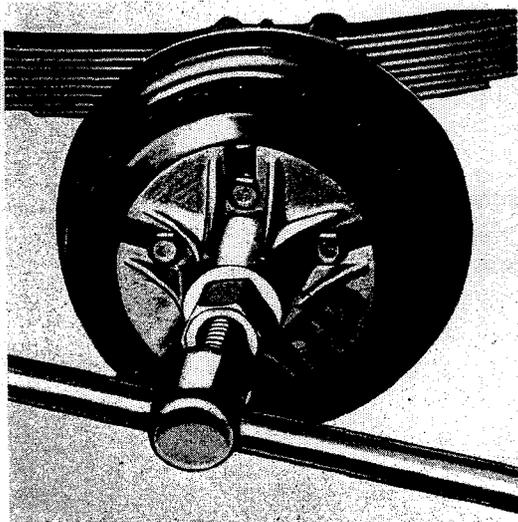

Fig. 166 Abzieher für Radnabe
3. Benütze Werkzeug C - 319, Fig. 166, für das Abziehen der Radnabe.